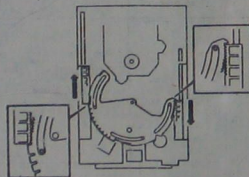

图 1-16
- 2-6 安装升降齿轮、滑块 R 和 L(见图 1-16)